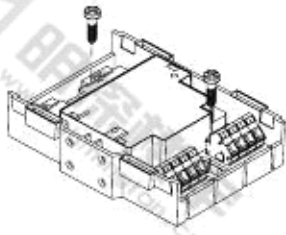

图 2
- 安装在控制器或开关柜内部：直接安装在平整表面上(图 2)。